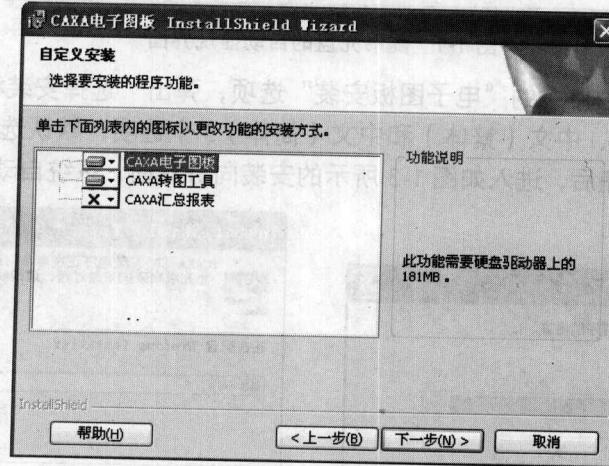

图 1-6 “自定义安装”对话框
(5) 弹出“自定义安装”对话框,如图 1-6 所示,系统要求确定安装方式,可选择“CAXA 电子图板”方式,单击【下一步】按钮。